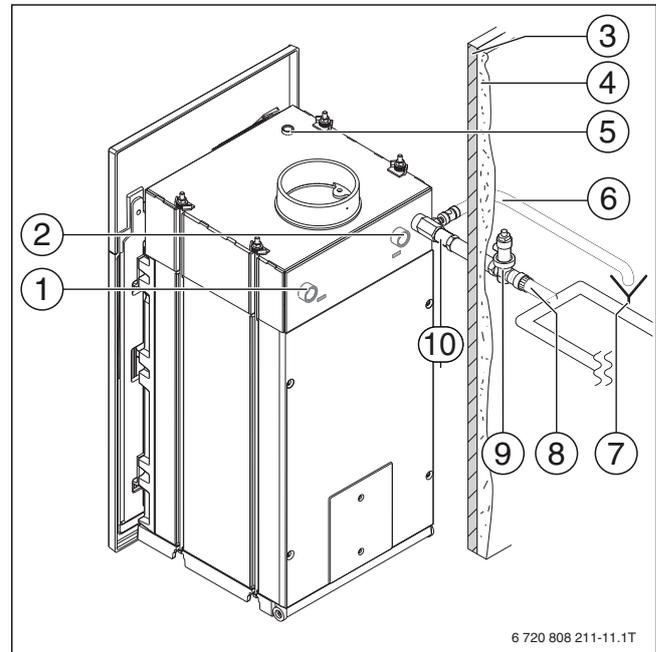

Bild 12 Anschlüsse an der Rückseite
- ▶ Sicherheitswärmetauscher der thermischen Ablaufsicherung im Wärmetauscher des Heizeinsatzes montieren (→ Bild 12).
Die thermische Ablaufsicherung muss direkt an die durchströmte Trinkwasserleitung angeschlossen werden. Eine Sticheitung (Bild 12, [8]) ist so kurz wie möglich zu halten und darf die **maximale Länge** des 10-fachen Rohrdurchmessers (10 x DN) der Sticheitung nicht überschreiten.
Die Ablaufleitung (→ Bild 12, [6]) des Sicherheitswärmetauschers muss außerhalb der Ofenummauerung in einem Siphon (→ Bild 12, [7]) enden.
- ▶ Vorlauf (→ Bild 12, [2]) und Rücklauf (→ Bild 12, [1]) anschließen.
- ▶ Entlüfter (Zubehör) am Wärmetauscher montieren (→ Bild 12, [5]).